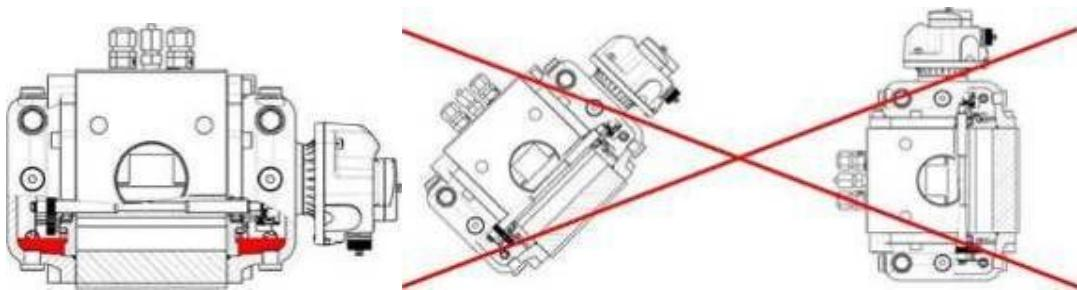

Рисунок 7 Расположение счетчика при монтаже
3.4.4 Оси роторов счетчика должны быть в горизонтальном положении, максимальный допустимый наклон оси ±5° (±0,5° для счетчиков с DN 40) (рисунок 7).